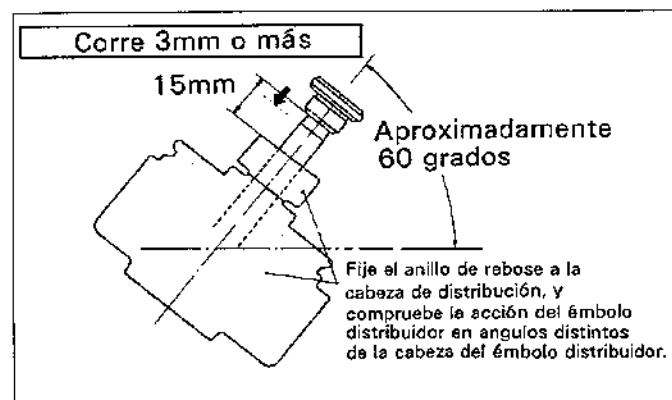

Figura.13-2 Comprobación del émbolo distribuidor (2)
- b. Incline la cabeza aproximadamente 60° (Vea la figura.13-2)